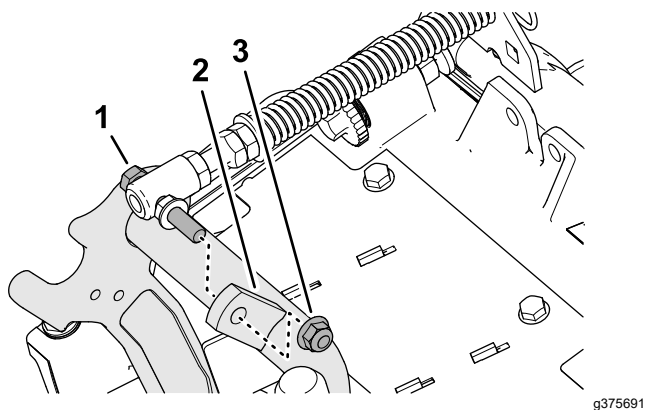

Figure 12
3. Retirez le contre-écrou à embase ($\frac{3}{8}$ ") qui fixe la vis du ressort de compensation sur la patte droite du bâti porteur, et retirez le ressort de compensation de l'unité de coupe (Figure 12).